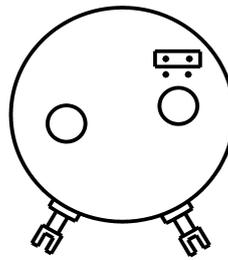

Bild 8: 50°-100°
- Jumper oben quer für Meßbereich zwischen 50° und 100° (siehe Bild 8)